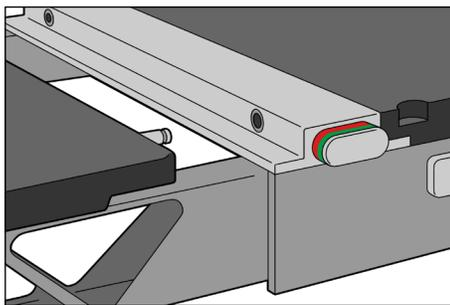

Abb. 1
1. Entfernen Sie den kVue-Einsatz. (Abb. 1)